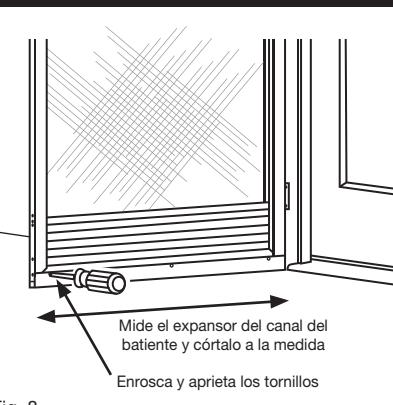

Fig. 8
Once the screen door is completely aligned, mark and pre-drill 4 holes through the exterior of the hinge channel expander and the door using 1/8" drill bit. The holes should be 1/4" from the edge of the hinge channel expander, with one adjacent to the top hinge, one adjacent to the bottom hinge, and remaining 2 equidistant between them. Secure the hinge channel expander to the door using the #8 x 3/8" screws provided (**Fig. 8**). Repeat this procedure on the inside of the screen door.
Una vez que la puerta con pantalla esté completamente alineada, marca y pretaladra 4 orificios a través del exterior del expensor del canal de la bisagra y la puerta, usando una broca de 1/8". Los orificios deben estar a 1/4" (6 mm) del borde del expensor del canal de la bisagra, uno adyacente a la parte superior de la bisagra, uno cerca de la parte inferior y los dos restantes equidistantes entre los primeros. Asegura a la puerta el expensor del canal de la bisagra, usando los tornillos #8 x 3/8" incluidos (**Fig. 8**). Repite este procedimiento en la parte interior de la puerta con pantalla.
Pega temporalmente el expensor del canal del batiente con la cinta de enmascarar. Marca y pretaladra (3) orificios de conexión del expensor del canal del batiente como se indica en la parte interior usando una broca de taladro de 1/8". Asegúralo con los tornillos de 8 x 3/8" incluidos (**Fig. 8**).